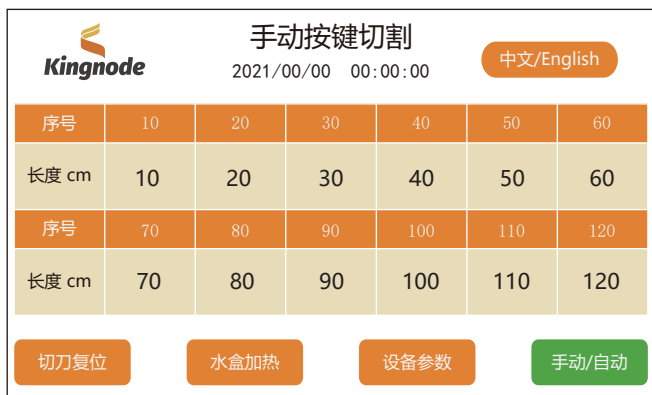
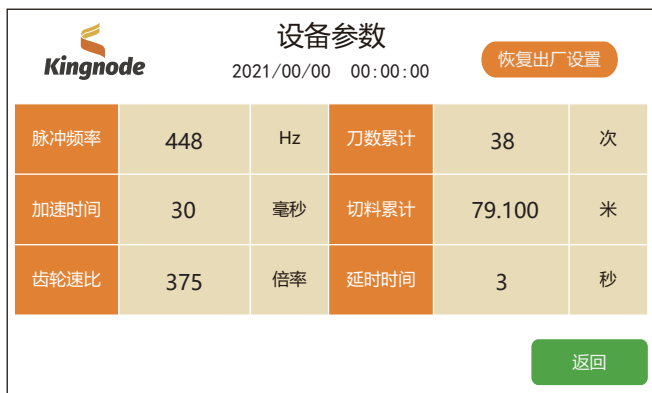
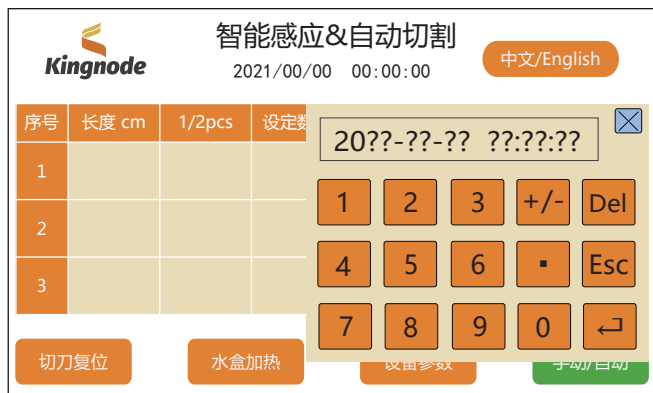

图5：手动按键切割设置界面
图6：设备参数界面
图7：设备时间设定界面
3. 设备参数：按此功能键弹出密码输入界面并输入密码（8888）可进入如图6所示“设备参数”界面。
当您进入界面2（如图4）、界面3（如图5）和界面4（如图6）时，您会发现在该界面名称下方有个“日期+时间”格式的长串数字“2021/00/00 00:00:00”，长按该区域3~5秒即可进入日期和时间设定界面（如图7）。